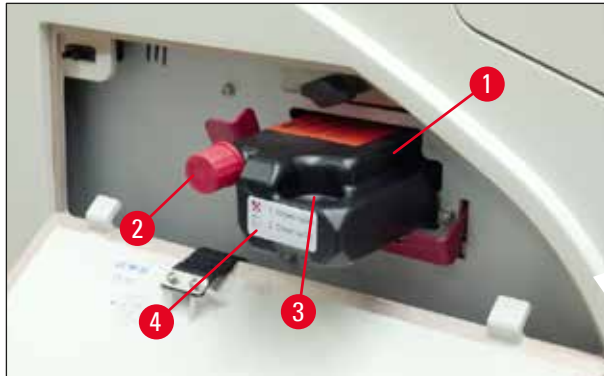

Fig. 60
3. Remova a folha protetora e insira o cartucho até que esteja na metade da ranhura do cartucho (→ "Fig. 60").